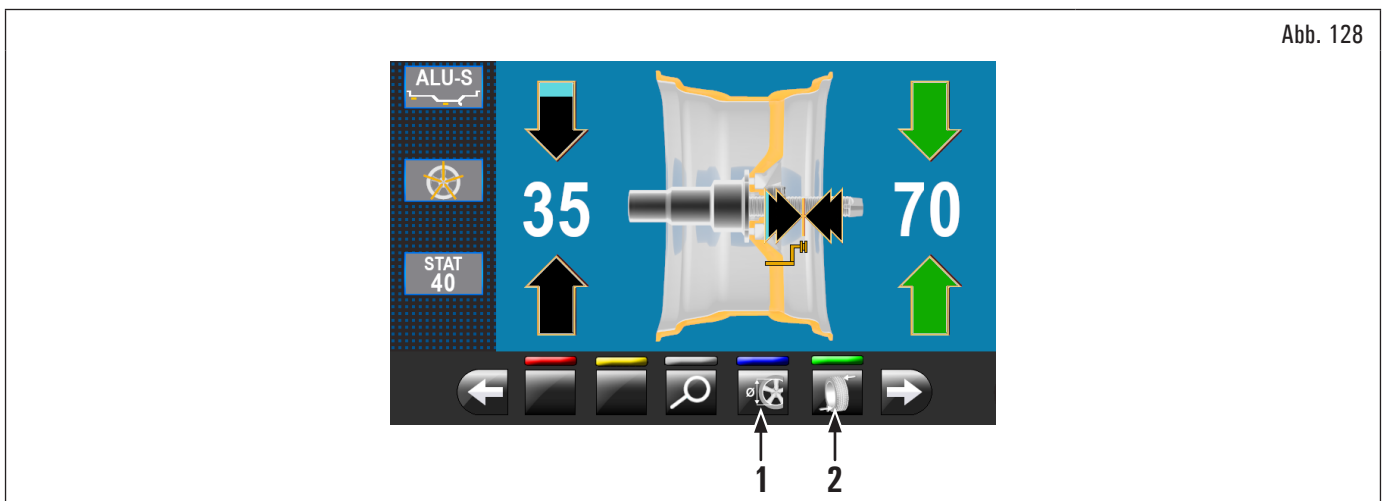

Abb. 128
1. drücken Sie auf der Seite zur Gewichtsanzahlung auf der Radaußenseite (Abb. 128) die Schaltfläche „Programme und Erfassung des Messwerts“ (Abb. 128 Pkt. 1).